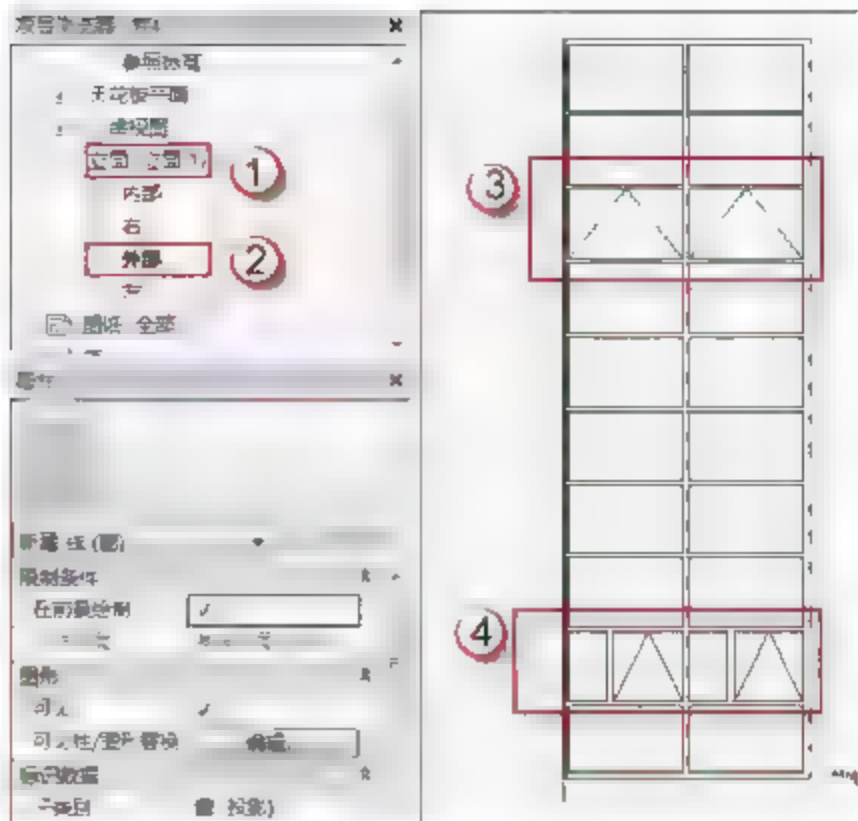

图 7.2.48 绘制 MQ7196 的立面打开方向
(22) 绘制 MQ7196 的立面打开方向。选择“项目浏览器”中的“立面（立面 1）”→“外部”选项，进入幕墙的外部立面视图。选择“注释”→“符号线”命令，将“子类别”改为“窗[投影]”，绘制如图 7.2.48 所示幕墙的“打开方向”符号线。